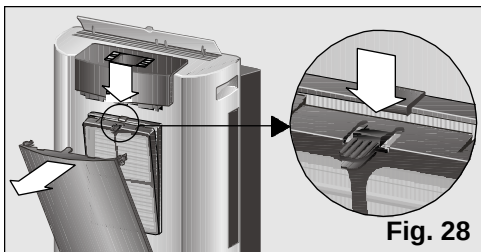

Fig. 28
Todos os modelos dispõem de um filtro base de ar que é necessário limpar conforme passa o tempo, **Fig. 27**. Para isso basta premir a pestana situada na parte superior e retirá-lo do seu alojamento, **Fig. 28**. Para o lavar basta passá-lo por água corrente, secá-lo e tornar a instalá-lo.
- Retirar o filtro base do equipamento, Fig. 28.